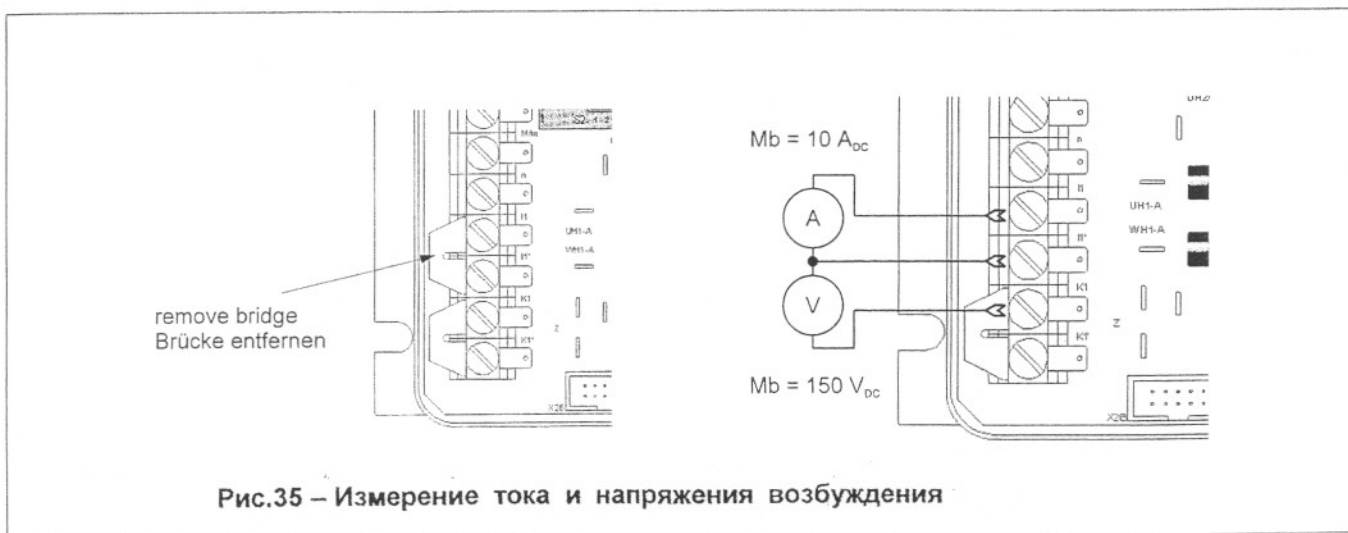

Рис.35 – Измерение тока и напряжения возбуждения
Для присоединения поля (обмоток) возбуждения в регуляторе "COSIMAT N+" предусмотрены двойные зажимы I1/I11 и K1/K11 (см. рис.35 – Измерение тока и напряжения возбуждения).
**(Рис.35 – Измерение тока и напряжения возбуждения)**